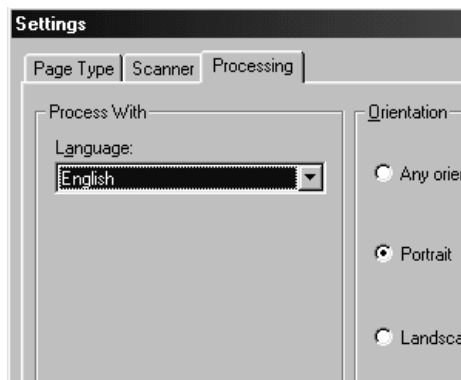

Figure 29 : Sélection de la langue
9. Dans le champ 'Process With' sélectionnez la langue de votre choix en cliquant sur le triangle et choisissez la langue (voir figure 29).